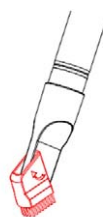

Fig. 11
2. Bringen Sie wie in **Abb.11** eine kleine Bürste an, um das Sofa, den Vorhang und den Staub auf den Ornamenten zu reinigen.